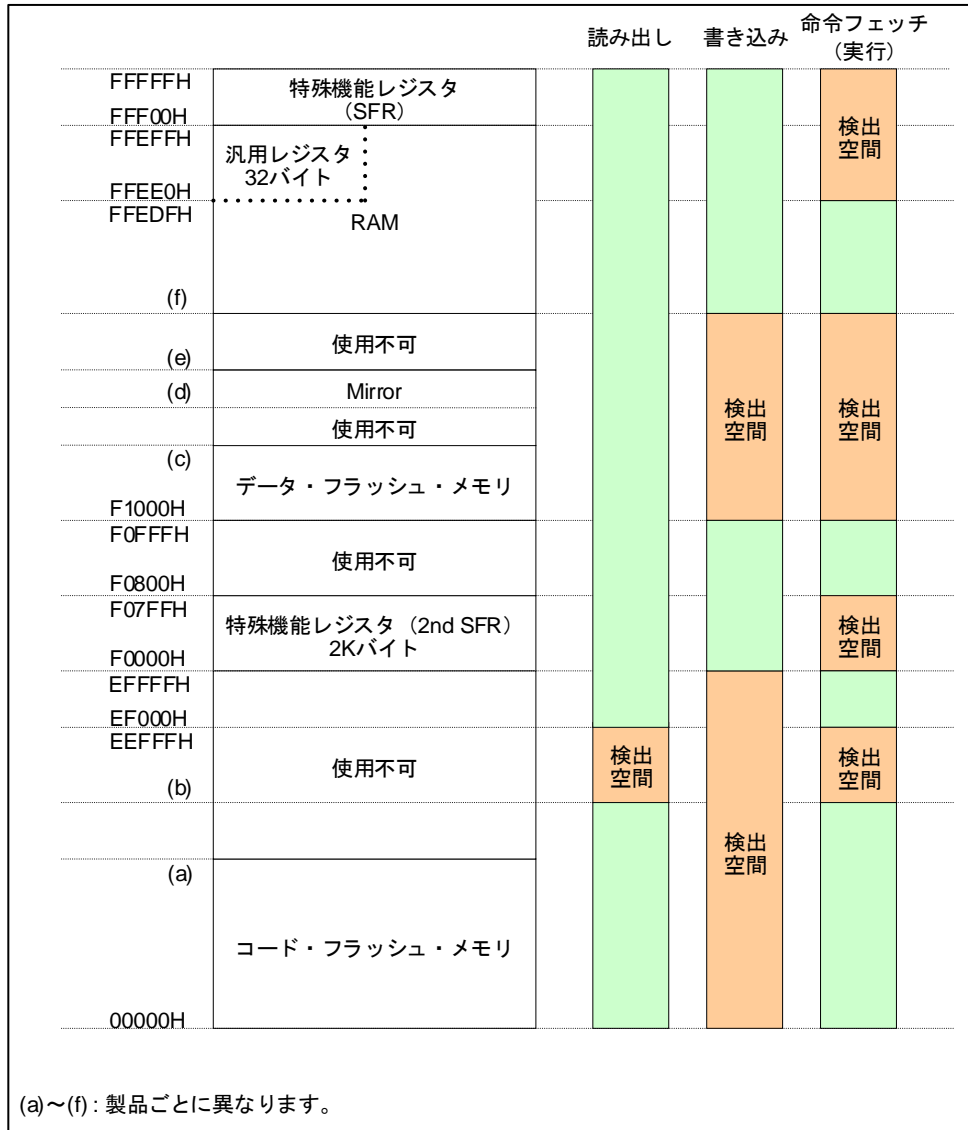

図 9-1 不正メモリ・アクセス検出空間
不正メモリ・アクセス検出機能は、不正アクセス検出空間（図 9-1 参照）をアクセスした際に、リセットを発生させる機能です。
- (1) ユーザ・オプション・バイト (000C0H/020C0H) のビット 4 (WDTON) が 1 の場合、IAWEN ビットの設定に関わらず、不正メモリ・アクセス検出機能は有効となります。
- (2) コード・フラッシュ・メモリの容量が 16/32/48KB の製品は、コード・フラッシュ・メモリの先頭アドレス (図 9-1 中の(a)で示すアドレス) から 0FFFFH の空間で、不正アクセスによる読み出しを行った場合、FFH が読めます。また、同空間で、不正アクセスによる命令フェッチ (実行) を行った場合、不正命令の実行によるリセットが発生します。
- (3) コード・フラッシュ・メモリの容量が 96KB の製品は、コード・フラッシュ・メモリの先頭アドレス (図 9-1 中の(a)で示すアドレス) から 1FFFFH の空間で、不正アクセスによる読み出しを行った場合、FFH が読めます。また、同空間で、不正アクセスによる命令フェッチ (実行) を行った場合、不正命令の実行によるリセットが発生します。